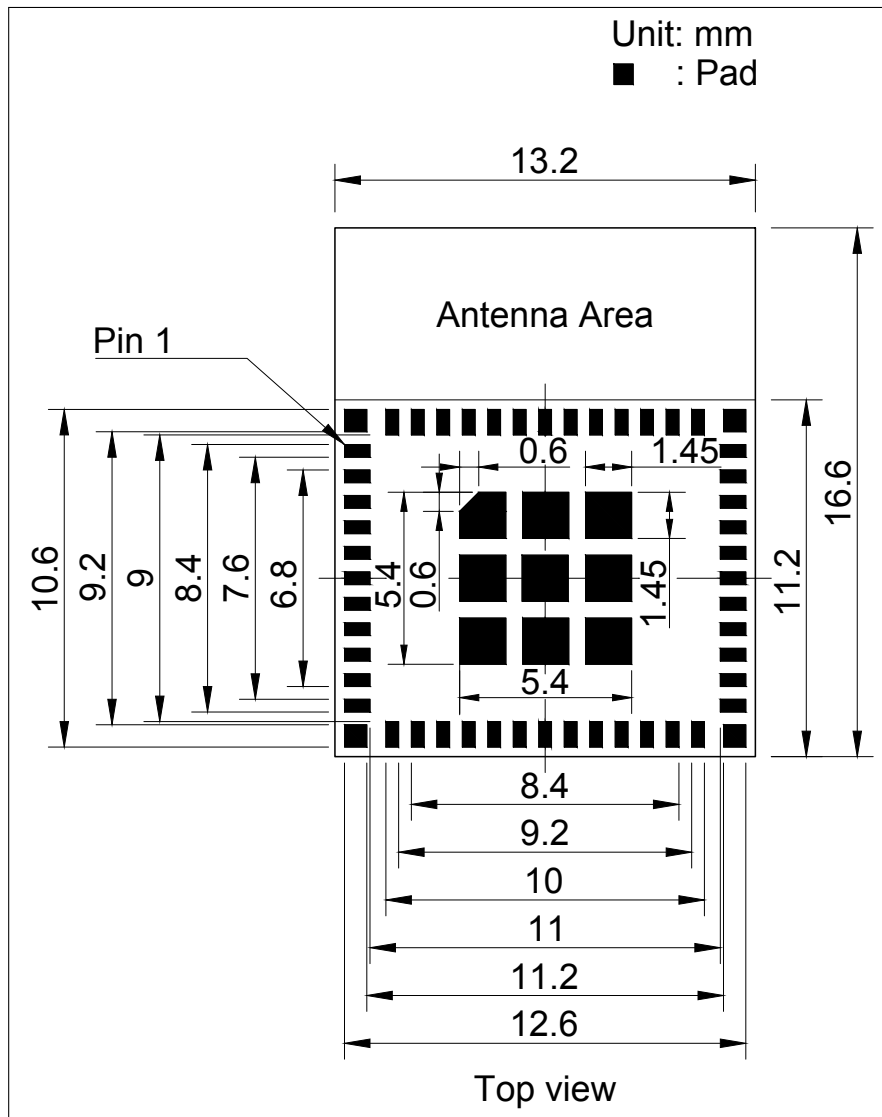
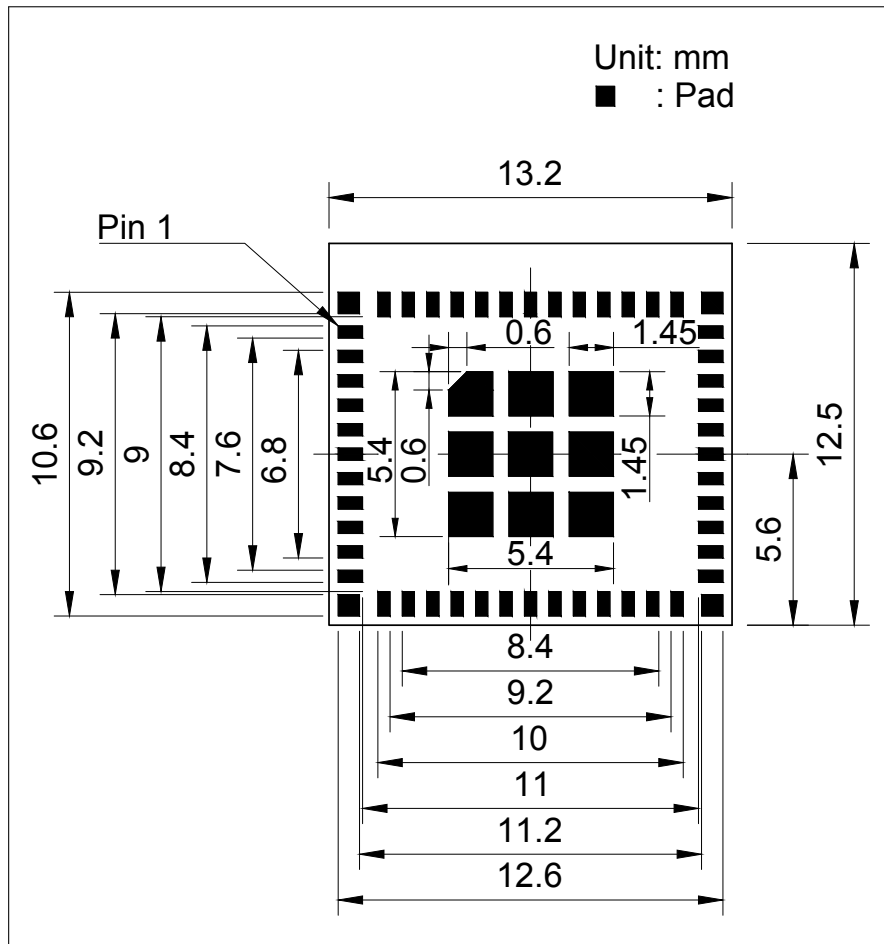

图 11: ESP8684-MINI-1 推荐 PCB 封装图形
图 12: ESP8684-MINI-1U 推荐 PCB 封装图形
- 推荐 PCB 封装图，标有 PCB 设计所需的全部尺寸。详见图 11 ESP8684-MINI-1 推荐 PCB 封装图形 和图 12 ESP8684-MINI-1U 推荐 PCB 封装图形。
- 推荐 PCB 封装图的源文件，用于测量图 11 和 12 中未标注的尺寸。您可用 Autodesk Viewer 查看 ESP8684-MINI-1 和 ESP8684-MINI-1U 的封装图源文件。